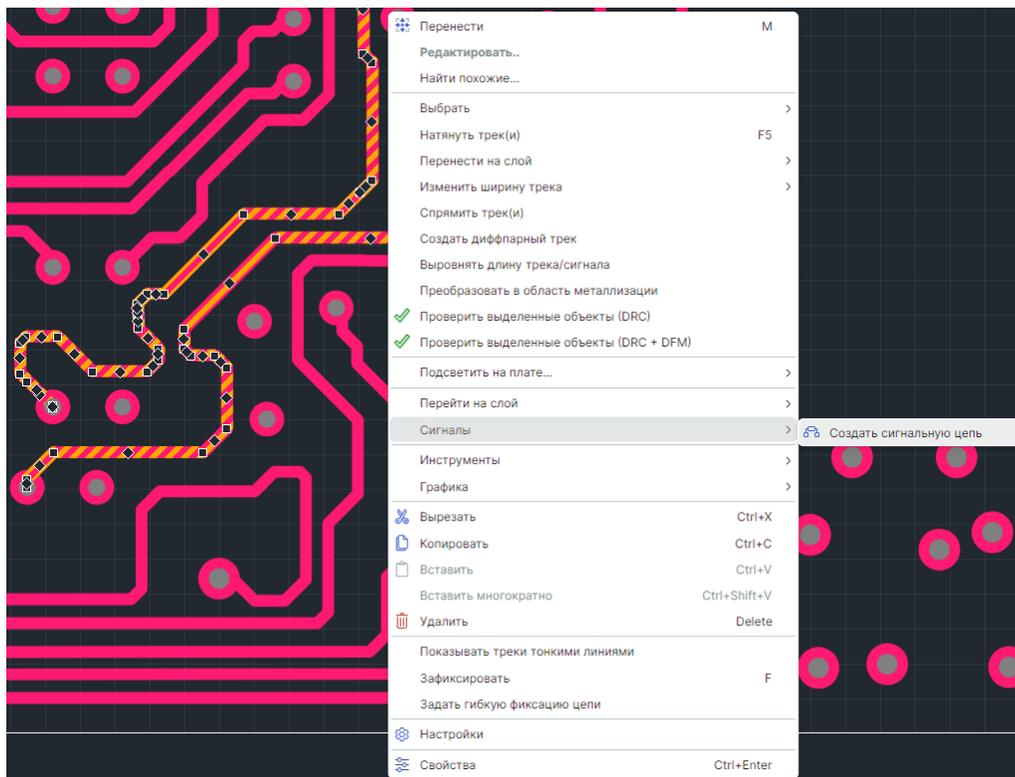

Рис. 391 Предопределение сигнальной цепи на печатной плате
2. Из контекстного меню выберите «Сигналы» → «Создать сигнальную цепь», см. Рис. 391.